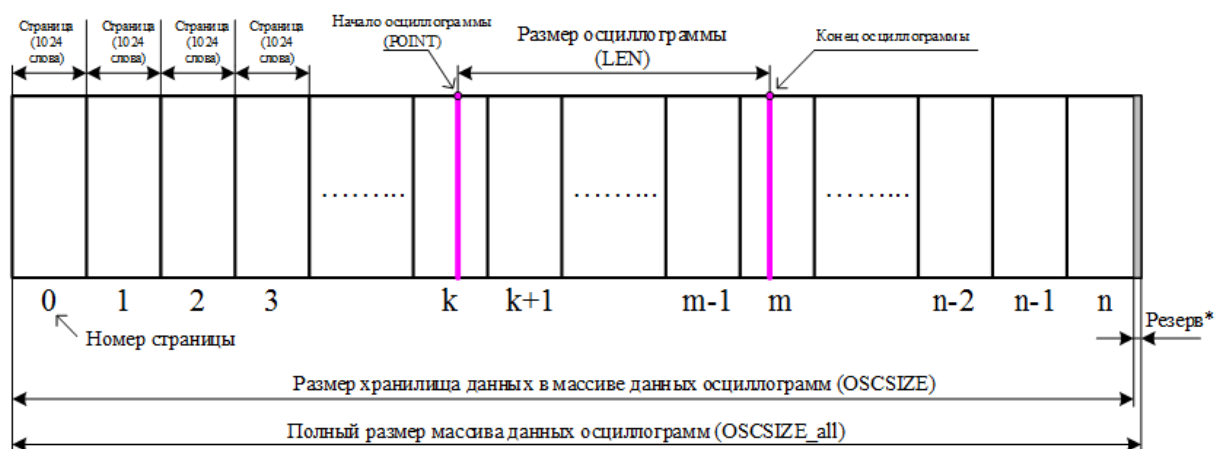

Рисунок 7.3
6) Определить адрес начала и окончания осциллограммы в массиве данных осциллограмм (рисунок 7.3).